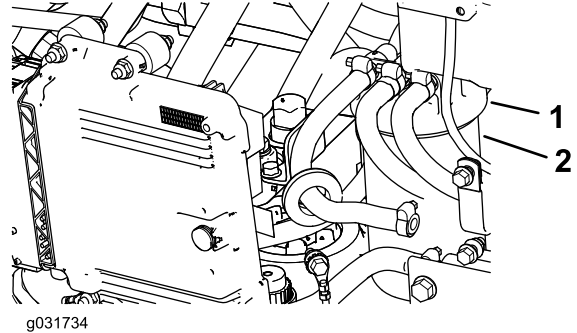

Figura 89
1. Limpie la zona alrededor de la cabeza del filtro de combustible (Figura 89).
2. Retire el filtro y limpie la superficie de montaje del cabezal del filtro (Figura 89).